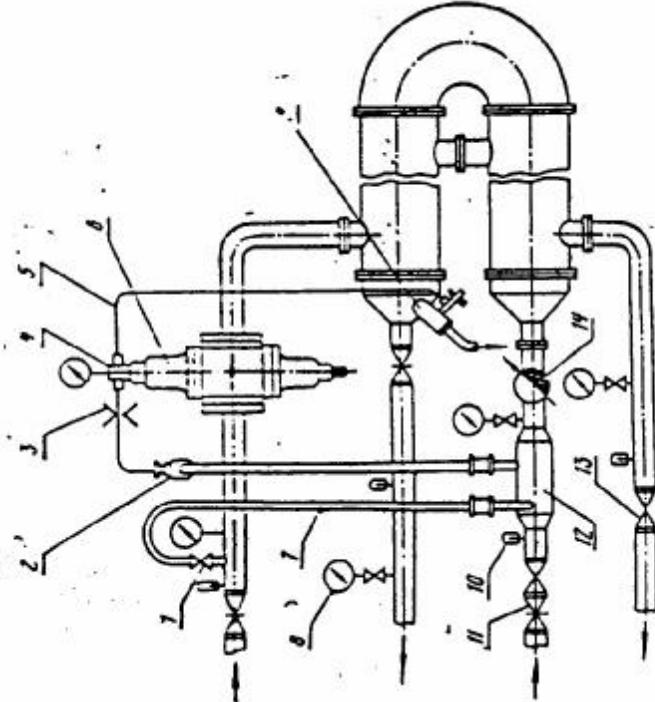

Рис. 7. Схема установки регулятора температуры:
2.5. Соединение гидравлических элементов при монтаже регулятора должны соответствовать схеме (рис. 7), которая допускает параллельное, так и последовательное включение включения пологов лей горячего водоснабжения.